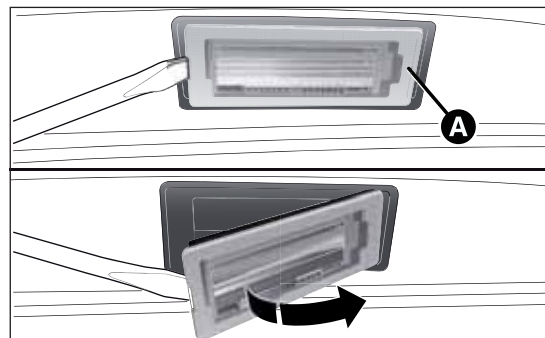

fig. 138
- ☐ retirar la lente transparente A fig. 138;
- ☐ volver a montar la lente transparente A fig. 138.